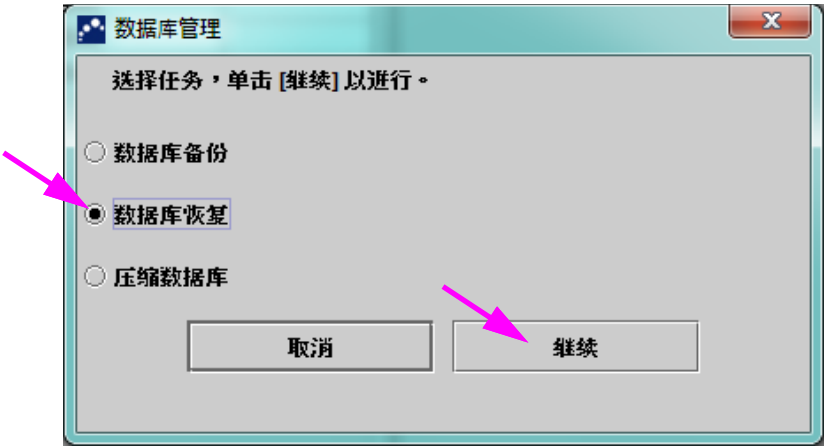

图 5-76. Database Management（数据库管理）窗口
1. 在“数据库管理”窗口上选择**数据库恢复**。参见图 5-76。
- 9. 在 “数据库恢复 ” 确认对话框中单击**继续**以继续，或者单击**取消**以中止并返回 “数据库管理 ” 屏幕 （参见图 5-76）。
- 1. 在 “数据库管理 ” 窗口上选择**压缩数据库**。参见图 5-76。